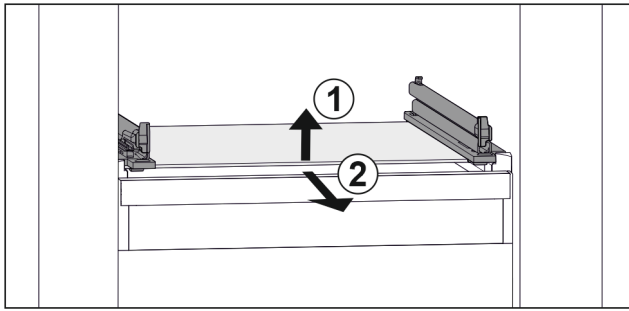

Fig. 133 Ilustración ejemplar de la placa de cristal
- ▶ Levante la placa de cristal por la parte delantera. Fig. 133 (1)
- ▶ Extráigala hacia delante. Fig. 133 (2)